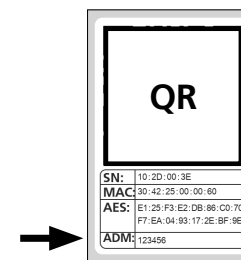

Fig. 3
- ③ Verrà chiesto di scansionare il codice QR del cilindro fornito con la fotocamera dello smartphone. Il codice QR si trova sull'adesivo fornito con la confezione (Fig. 3).
- ! **Attenzione:** il set include due adesivi con codici QR, uno per il cilindro e uno per il tastierino. Il codice QR qui richiesto per il cilindro è riconoscibile dal codice amministratore in basso sull'adesivo, contrassegnato con la denominazione "ADM" (Fig. 3).